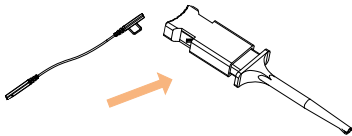

图 2
- ◆ 方法二：在方法一的基础上，可为前端引线连接上探头测试夹，然后通过测试夹内的金属钩连接被测信号节点，如图 2 所示。
shown in Figure 2.